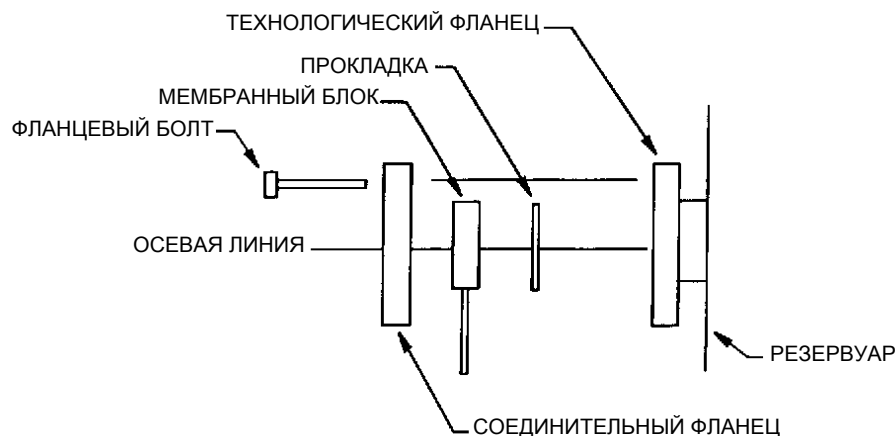

Рис. 5. Схема монтажа мембранного блока
1. Совместите мембранный блок с соединительным фланцем как показано на рис. 5.
2. Расположите прокладку как показано на рис. 5.